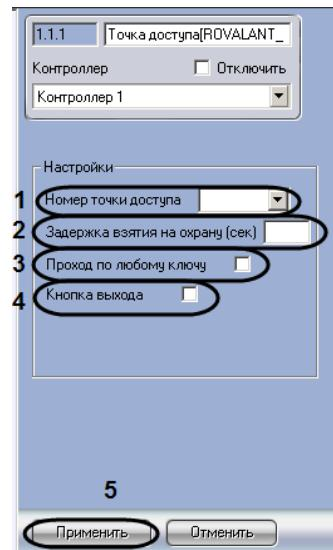

Рис. 3.6—2 Настройка точек доступа для прибора A6
2. Из раскрывающегося списка **Номер точки доступа** выбрать порядковый номер точки доступа (см. Рис. 3.6—2, 1).
3. В поле **Задержка взятия на охрану** ввести время в секундах, определяющее период времени после нажатия кнопки постановки на охрану, в течение которого необходимо предъявить ключ пользователю **Хозяин** для постановки зоны на охрану (см. Рис. 3.6—2, 2).